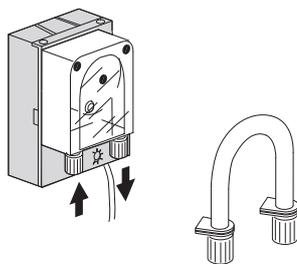

Fig. 7
**Fonctionnement:** Le doseur du détergent est une pompe péristaltique (voir Fig. 7).